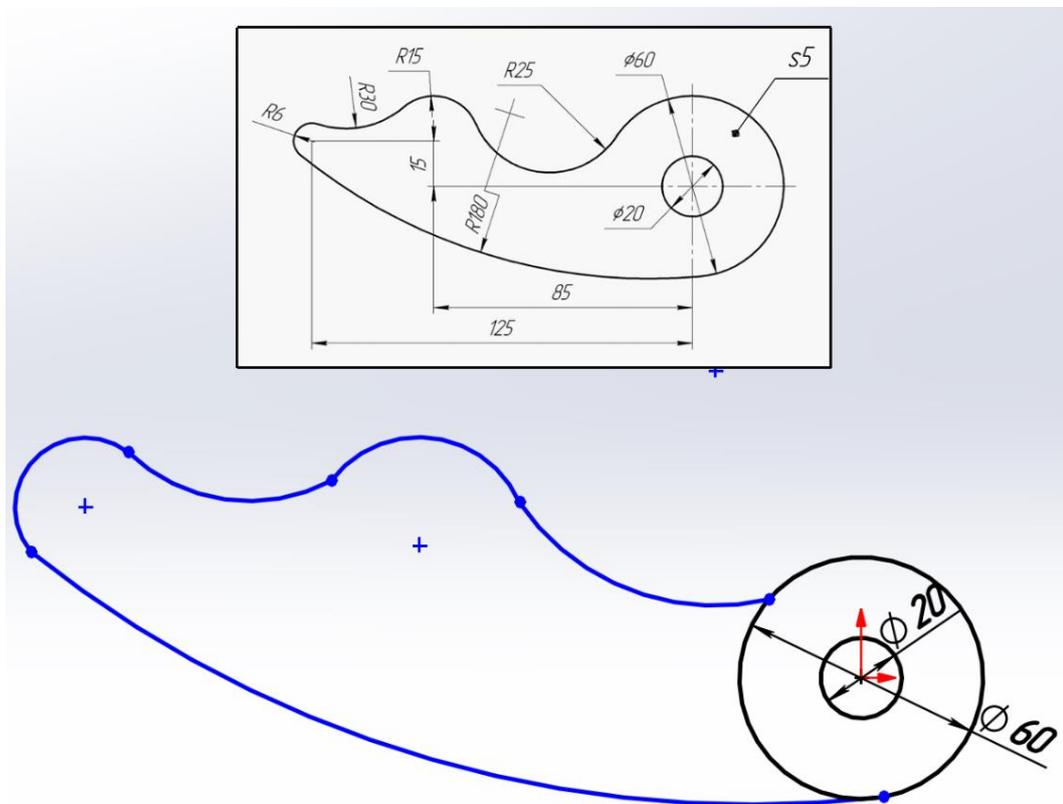

Рисунок 3.3 – Побудова контуру деталі
4. За допомогою дуги через три точки  будуємо послідовно приблизний контур деталі (рис. 3.3).